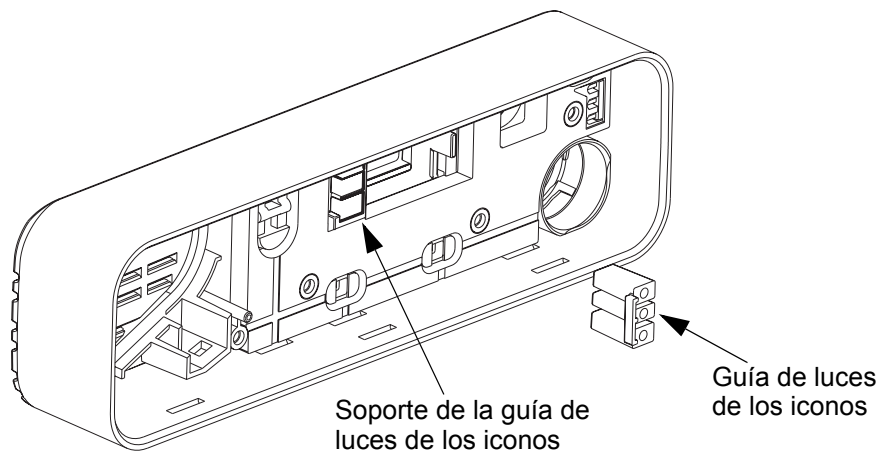

Figura 5-32 Montaje de la guía de luces de los iconos
3. Monte la guía de luces de los iconos en su respectivo soporte, como se muestra en la Figura 5-32.